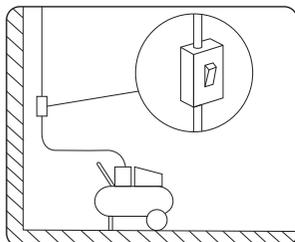

рис. 8
- Установите в разрыв цепи питания дополнительное автоматическое защитное устройство, рассчитанное на силу тока не более 16 А (рис. 8).